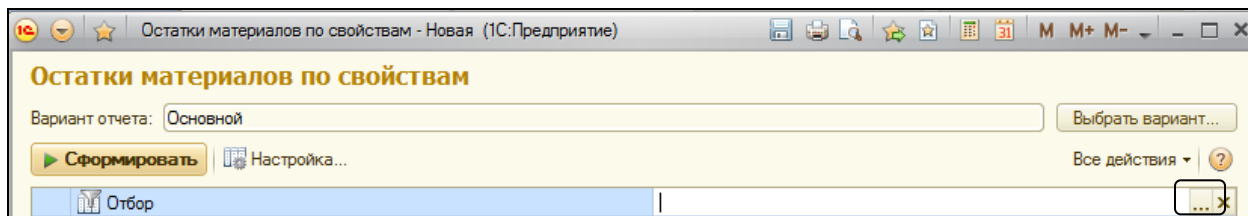

Рисунок 6.41 Форма отчета
14. Открыть настройку **Отбор**, нажав на кнопку выбора (рис.6.41).